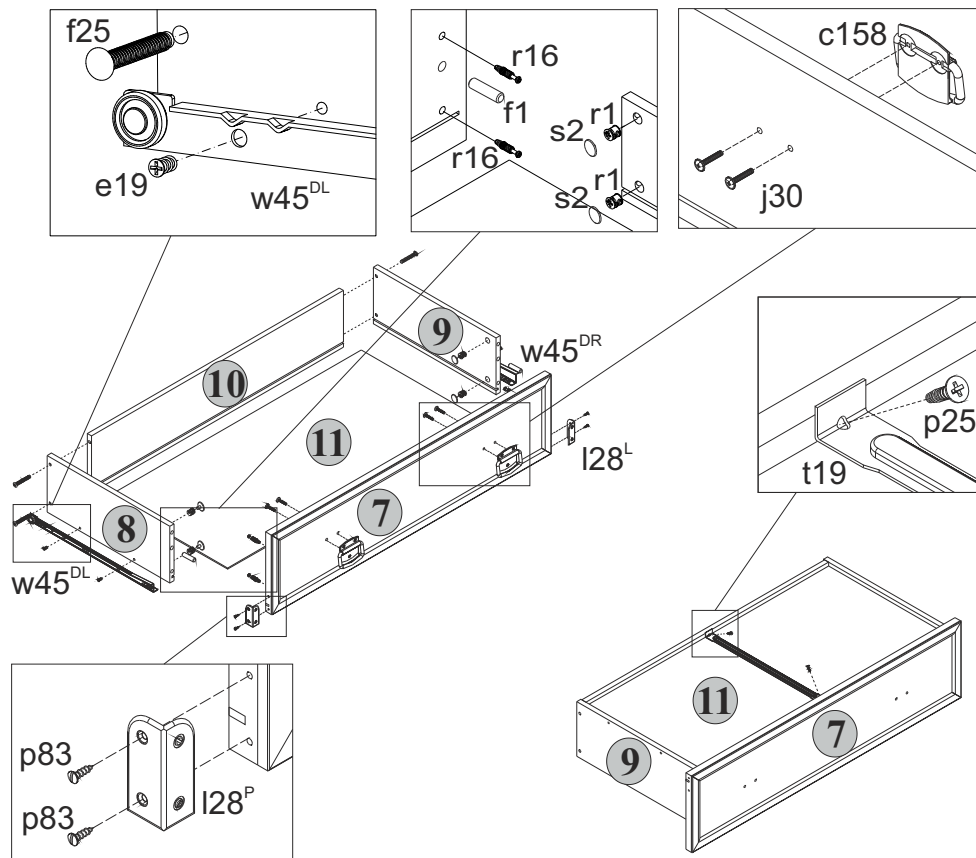

Рис. 3
5.13 В отверстия диаметром **8 мм** на передних кромках стенок боковых **8** и **9** корпуса выдвижного ящика вбить деревянные шканты **f1** (см.рис.3).
5.14 В отверстия диаметром **15 мм** на внутренних поверхностях стенок боковых **8** и **9** корпуса выдвижного ящика вставить стяжки эксцентриковые **r1** (см.рис.3).
5.15 В отверстия диаметром **5 мм** на внутренней поверхности панели передней **7** ящика выдвижного с помощью крестообразной отвертки вкрутить винты стяжки **r16** (см.рис.3).
5.17 Соединить панель переднюю **7** с корпусом ящика выдвижного и затянуть стяжки эксцентриковые **r1**, пользуясь специальным ключом **z1**. Закрыть стяжки эксцентриковые заглушками **s2** (см.рис.3).